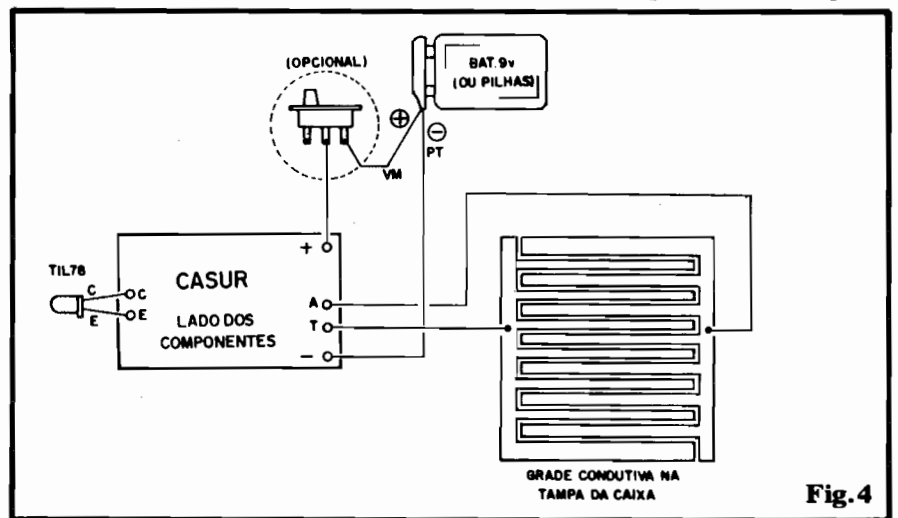

Fig. 4
- FIG. 4 - CONEXÕES EXTERNAS À PLACA - Antes de iniciar as ligações externas ao Circuito Impresso, é bom identificar corretamente suas ilhas periféricas (comparar com a figura anterior), todas elas codificadas para evitar erros ou confusões... O diagrama mostra a placa pelo lado não cobreado... Observar as ligações da alimentação, bem como a codificação de polaridade e das cores dos fios provenientes do "clip" da bateria (ou do suporte de pilhas). Notem que o interruptor geral (opcional) deve ser intercalado no fio do **positivo** (vermelho). Verificar bem as ligações do foto-transistor TIL78, com sua "perna mais curta" (terminal de coletor, saindo da base do componente junto ao seu lado que apresenta um pequeno chanfro...) ligada ao ponto "C" da placa (o "outro" terminal, obviamente ligado ao ponto "E"...). Finalmente, observar com muita atenção as conexões das saídas de alta Tensão, presentes nos furos "A-T", e que deverão ser levadas, por fios flexíveis, no adequado comprimento, aos dois "polos" da grade condutiva a ser aplicada sobre a tampa da caixa...
TIL78...). Em 5-B vemos uma sugestão prática (já abordada...) para o acabamento e instalação da grade condutiva à tampa da caixa... Observem que, no exemplo, a caixa como um todo deve ser feita de material isolante (madeira ou plástico), sendo que apenas na tampa (tanto em sua parte superior, quanto nas laterais...) devem ser coladas as áreas metalizadas para a saída da alta Tensão (eletricamente ligadas aos pontos "A" e "T" da placa, conforme indica a fig. 4. UM ALERTA: sob nenhuma hipótese pode haver contato elétrico estabelecido entre os tais pontos "A" e "T", já que nesse caso, além da alta Tensão não atingir a pessoa que abre a caixa, podem ocorrer danos ao próprio circuito... Em qualquer caso, o único "caminho" aceitável para a tal Tensão é A PRÓPRIA MÃO DE QUEM ABRE A TAMPA! Finalmente, em 5-C temos outra sugestão, agora partindo de uma caixa totalmente metálica, na qual, porém, tampa e "corpo" são eletricamente isolados, eventualmente através de dobradiças plásticas, e de um "encosto" de plástico ou borracha, "separando" eletricamente o "corpo" da tampa... Nesse caso, "corpo" e tampa devem, individualmente (e separadamente...) ser ligados aos terminais "A" e "T" da placa do circuito. Em todo e qualquer caso ou arranjo, é importante "calcular" bem os tamanhos, posições e a "ergonomia" do conjunto, de modo que forçosamente, ao abrir a tampa, a pessoa tenha que estabelecer - com a mão - contato elétrico com os dois "polos" dos terminais de alta Tensão, senão nada feito: não há "choque"...!